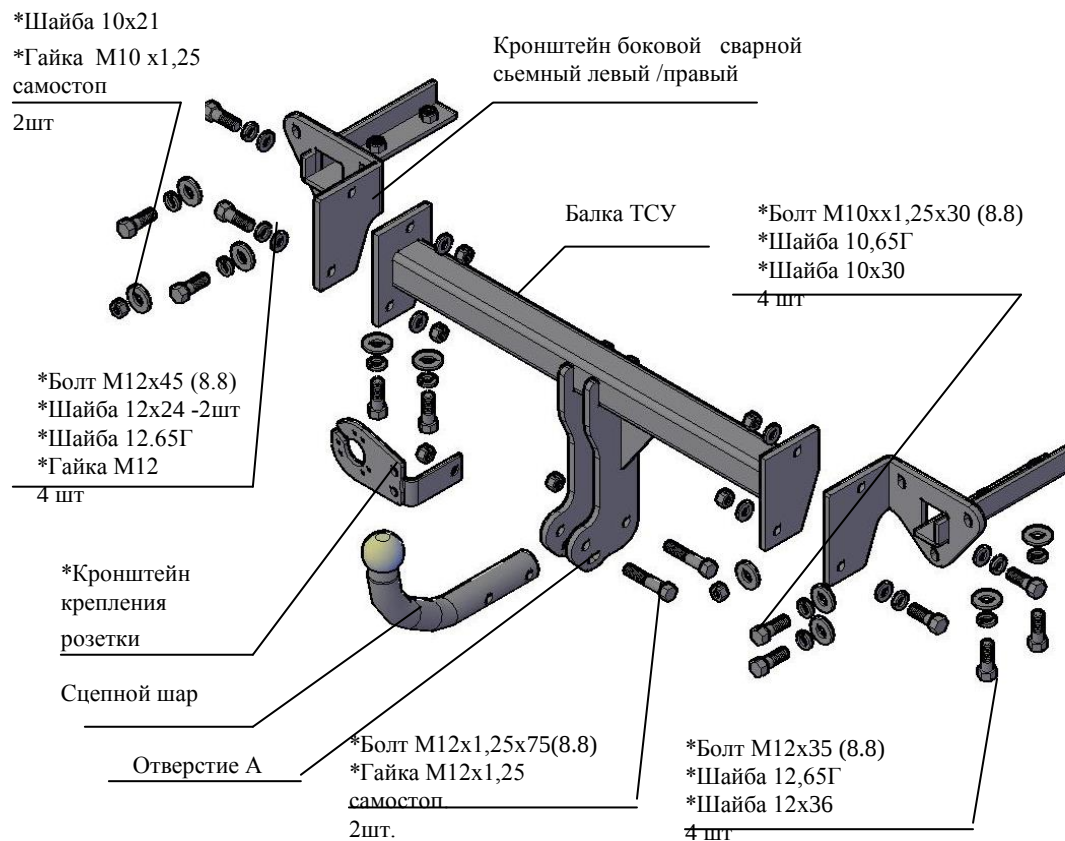

Рис.1 Тягово-сцепное устройство 8510 .
4.2 Установить боковые сварные съемные кронштейны в лонжероны а/м (правый и левый соответственно рис.1), закрепить болтами M12x35, подложив под головки болтов шайбы 12.65Г и шайбы 12x36, к фартуку а/м закрепить болтами M10x1,25x30 (используя штатные приварные гайки), подложив под головки болтов шайбы 10.65Г и шайбы 10x30, к штатным болтам крепить гайками M10x1,25 самостоп, подложив шайбы 10x21. Крепеж не затягивать.
2.1 ТСУ 8510. в сборе (рис.1)	1 шт.
2.2 Пакет с комплектующими (см. рис.1)	1 шт.